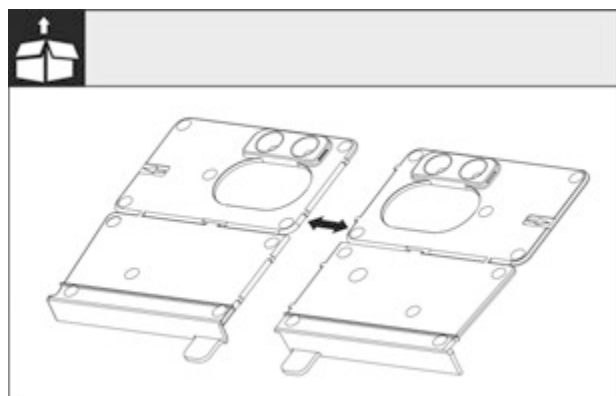

Fig. 27
- ▶ Монтажний кут дно Fig. 27 () відокремити на перфорації.